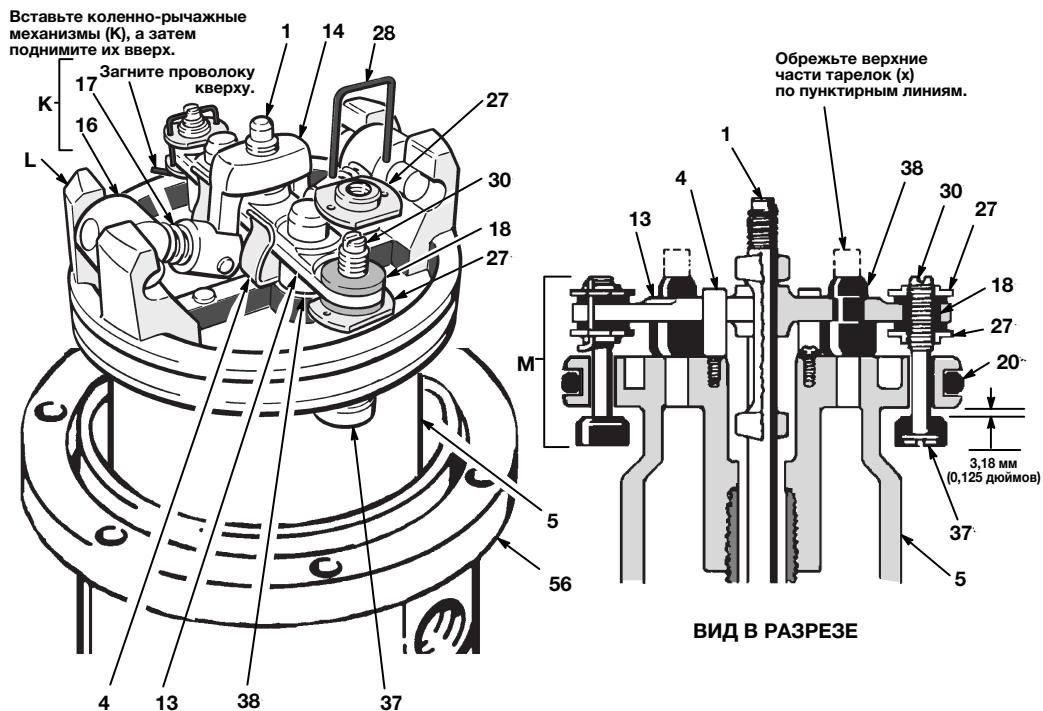

Рис. 5
- Чтобы установить вилку тяги переключения (14) на место и зафиксировать коленно-рычажные механизмы (К), воспользуйтесь отверткой. См. Рис. 5. Снимите стопорную проволоку (28) с регулировочных гаек (27) перепускных клапанов (М). Отвинтите верхние регулировочные гайки (27). Вывинтите штоки клапанов (30) из втулок (18) и нижних регулировочных гаек (27). Снимите тарелки клапанов (37) со штоков и крепко зажмите их, чтобы проверить, нет ли в них трещин.
- Сожмите рычаги коленно-рычажных механизмов (16) плоскогубцами. Сожмите пружины (17), покачайте коленно-рычажный блок (К) по направлению вверх и в сторону
от проушин поршня (L) и снимите детали. Проверьте, чтобы привод клапана (13) опирался на пружинные зажимы (4) и вместе с тем без труда в них входил (Рис. 5).
- Снимите вилку тяги переключения (14), привод клапана (13) и тягу переключения (1). Проверьте, нет ли трещин в тарелках (38) выпускного клапана.
- Потяните поршень (5) вверх с основания (56), после этого осмотрите уплотнительное кольцо поршня (20) и отливку основания уплотнительного кольца.
- Убедитесь, что уплотнительные кольца установлены на место. Сместите поршневой шток вниз через щелевой подшипник и опустите поршень (5), вставив его в основание пневмодвигателя (56).
- Вставьте тарелки выпускного клапана (38) в приводы клапана (13) и обрежьте верхнюю часть в месте, обозначенном пунктирными линиями. (Рис. 5).
- Установите тарелки перепускного клапана (37) на штоки клапанов (30), нижние регулировочные гайки (27), втулки (18) и верхние регулировочные гайки (27) на поршне (5). Установите на поршень тягу переключения (1), привод клапана (13), вилку тяги переключения (14) и коленно-рычажные механизмы (К) (Рис. 5).
- Перед установкой стопорной проволоки (28) в регулировочные гайки (27) с помощью специального калибра (арт. 171818) отрегулируйте перепускной клапан (М) таким образом, чтобы зазор между тарелками (37) и поршнем (5) составлял 3,68 мм (0,125 дюйма) в нижнем положении коленно-рычажных механизмов.
- Зафиксируйте коленно-рычажные механизмы (К) в верхнем положении. Повторно установите цилиндр (32) и накидную гайку (31). Повторно установите пневмодвигатель в поршневой насос.